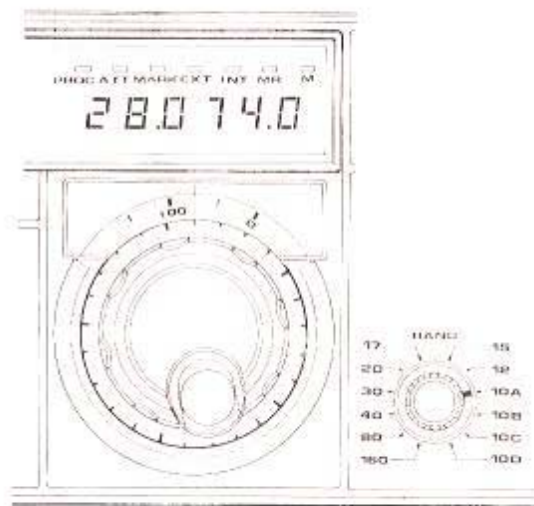

Figura 5
- 3) Gire el dial del VFO hasta el punto cercano a los 25 KHz, guiándose por el indicador digital (ver figura 5).